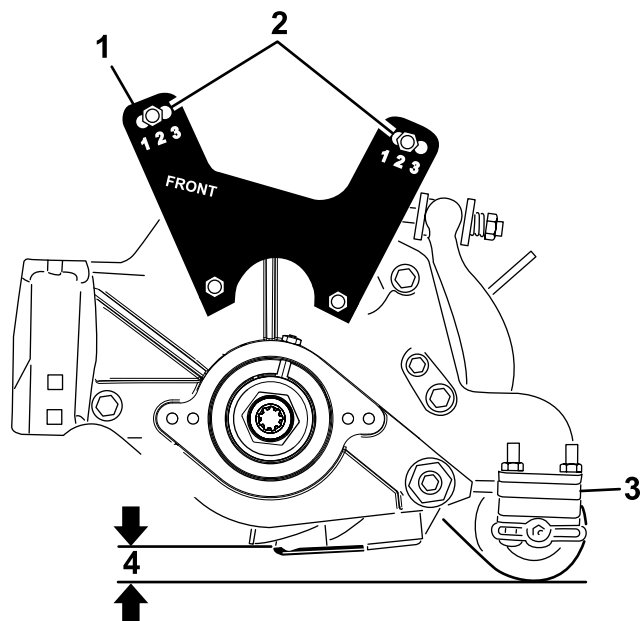

图21
- 如 图21 所示将滚刀组降低到地面上测量地面与底刀顶部之间的距离。